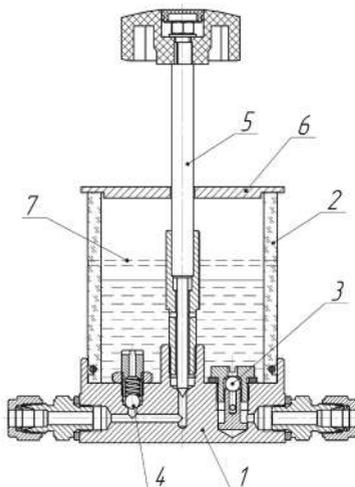
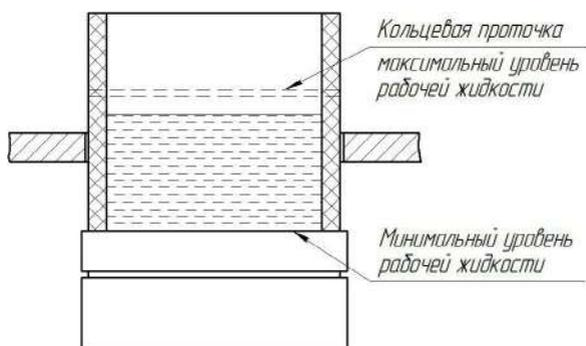

Рисунок 2. Стакан
Рисунок 7. Определение уровня рабочей жидкости
Стакан для рабочей жидкости состоит из основания стакана 1 (Рис. 2), прозрачного корпуса 2, впускного клапана 3, предохранительного клапана 4, иглы вентиля сброса давления 5, крышки стака-
6.6 Залейте рабочую жидкость в стакан до уровня, не превышающего максимального (Рис. 7). Клапан сброса давления 5 (Рис.2) в стакан для рабочей жидкости пока не устанавливайте.
6.8 Установите клапан сброса давления 5 (Рис. 2) в стакан для рабочей жидкости и закройте его с небольшим усилием.